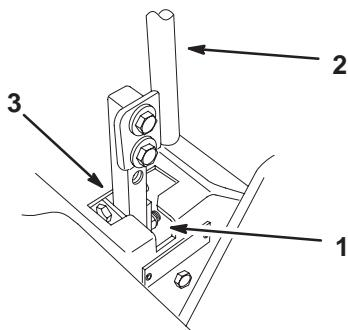

Figure 55
7. Vérifiez la position du levier par rapport au cran de la console (Fig. 55). Il doit être centré de façon à pouvoir pivoter vers l'extérieur jusqu'à la position de verrouillage du point mort.
- Appliquez une légère pression à l'arrière du levier, tournez la tête du boulon de réglage dans le sens voulu pour centrer le levier à la position de verrouillage du point mort (Fig. 55).